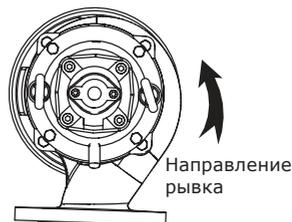

Рис. 17 Вид сверху. Направление рывка при пуске
3. Если насос подключен правильно, рывок будет в сторону, противоположную правильному направлению вращения. См. рис. 17.